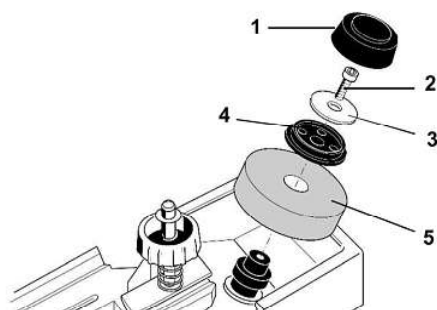

Fig. 15
2. Поднять крышку 1 (рис. 15) при помощи отвертки или аналогичного инструмента.
3. Вывернуть винт с внутренним шестигранным 2 (рис. 15), снять подкладную шайбу 3 и шлифовальный диск 5 с зажимным фланцем 4.